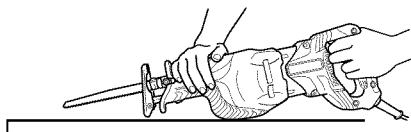
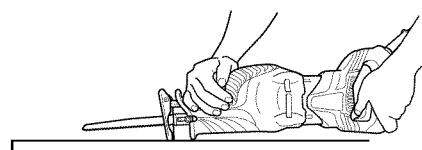

Fig. 22
Fig. 23
Con esta herramienta, podrá realizar cortes de cavidad en madera laminada y en tablas de material delgado. El corte de cavidad se puede realizar con toda facilidad con la hoja de sierra instalada en sentido inverso, tal como se observa en las Figs. 23, 25, y 27. Utilice una hoja de sierra lo más corta y gruesa posible. Para este fin, se recomienda la hoja BIMETÁLICA No. 132 mencionada en la página 40. Asegúrese de prestar atención durante la operación de corte y de proceder de la siguiente manera.
- (1) Presione la parte inferior (o la parte superior) de la base contra el material. Tire del gatillo mientras mantiene la punta de la hoja de sierra separada del material. (Fig. 22, Fig. 23)